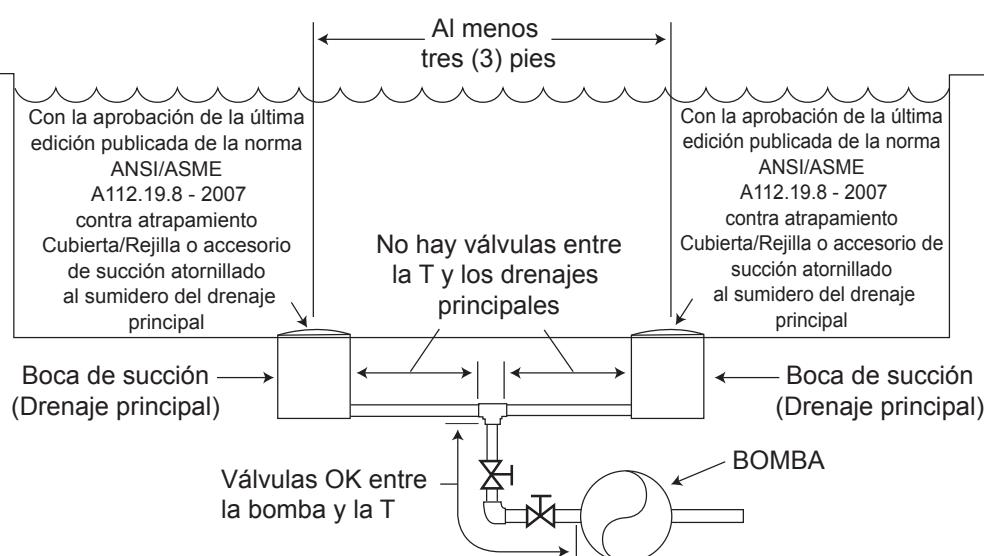

Figura 1. Número de bocas de succión por bomba
Número de las bocas de succión por bomba - Deben proporcionarse al menos dos (2) drenajes principales hidráulicamente equilibrados, con sus tapas, como bocas de succión para cada línea de succión de la bomba de circulación. Los centros de los drenajes principales (bocas de succión) en una (1) línea de succión deben estar separados por lo menos tres (3) metros de distancia, de centro a centro. Véase Figura 1.
El sistema debe estar construido para incluir al menos dos (2) bocas de succión (drenajes) conectadas a la bomba siempre que la bomba esté funcionando. Sin embargo, si dos (2) colectores principales llegan a una sola línea de succión, esta línea de succión individual puede ser equipada con una válvula que cerrará los dos drenajes principales de la bomba. El sistema deberá ser construido de tal manera que no permita el cierre por separado o independiente (aislamiento) de cada uno de los drenajes. Véase Figura 1.